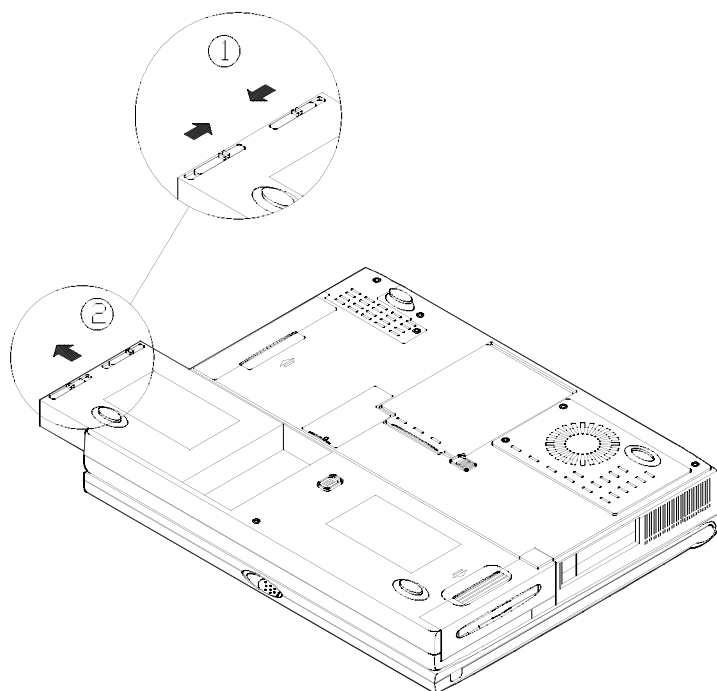

Bild 1-12
2. Pressen Sie die beiden Schieber in die markierte Richtung (Bild 1-12)